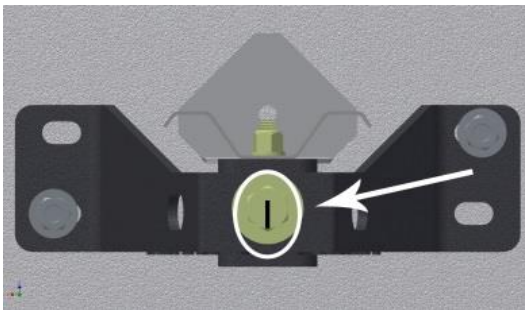

Figura 3: Dibuja una línea centrada en la parte superior del perno.
9. Usando un marcador, dibuja una línea en la parte superior del perno (**Figura 3**)